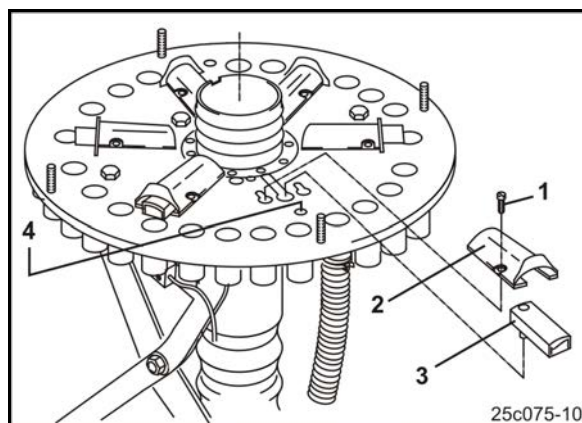

Рис. 147
2. Выверните и извлеките стержневой указатель уровня жидкости (Рис. 147/2).
В случае ненадобности заслонки (Рис. 147/2) деактивируйте.
5. Открутите болты (Рис. 147/1).
6. Удалите туннель заслонки (Рис. 147/2).
7. Заслонка (Рис. 147/3) установлена, как изображено, в направляющей.
8. Поверните заслонку (Рис. 147/3) и вставьте в отверстие (Рис. 147/4).
9. Прикрутите шахту для заслонок (Рис. 147/2) на монтажной пластине.